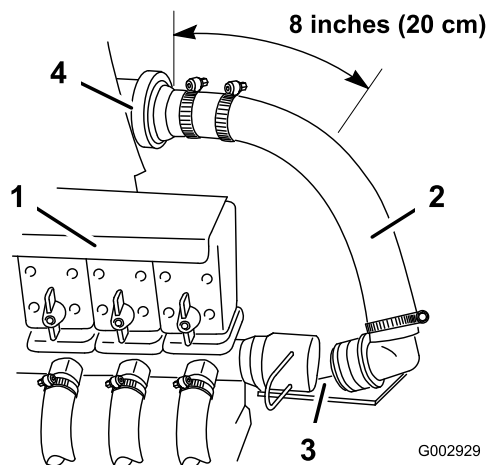

Figura 10
- Retire el retenedor que sujeta el extremo de la manguera de alimentación del brazo al acoplamiento en T situado a la derecha de las válvulas de alimentación del brazo y desconecte la manguera (Figura 10).
2. Corte la manguera de alimentación del brazo a 20 cm a la derecha del caudalímetro (si está instalado) o a 114 cm del acoplamiento en T de alimentación (situado directamente detrás de las válvulas del brazo) usando una segueta para metales (Figura 10). Retire la abrazadera del extremo suelto y deseche la manguera y el acoplamiento.